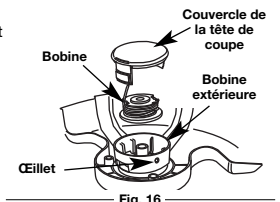

Fig. 16
- Retirez la bobine intérieure de la bobine extérieure (Fig. 16).
- Placez la bobine intérieure dans la bobine extérieure (Fig. 16).